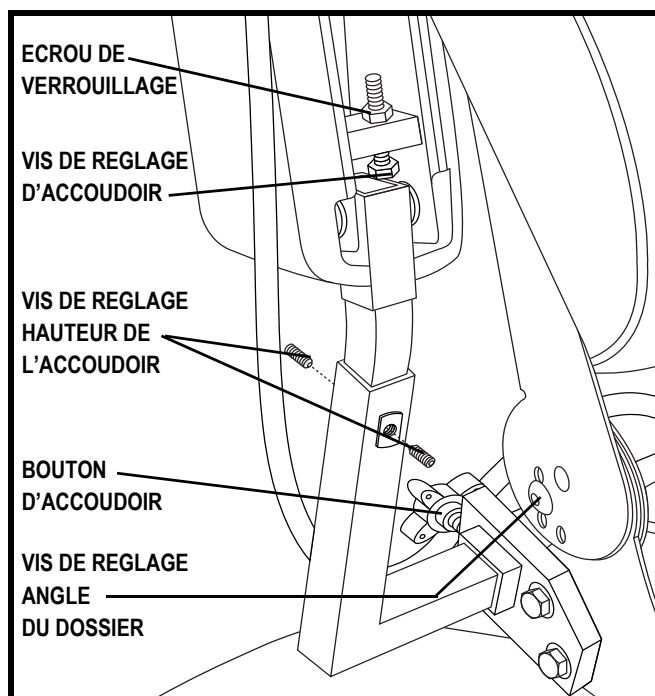

Figure 14. Réglage de l'inclinaison du dossier
1. Retirez la vis de réglage de l'inclinaison du dossier de chaque charnière. **Voir la figure 14.**
1. Repérez les deux boutons de réglage sur le support des accoudoirs. **Voir la figure 14.**
1. Relevez l'accoudoir perpendiculaire au plancher. **Voir la figure 14.**